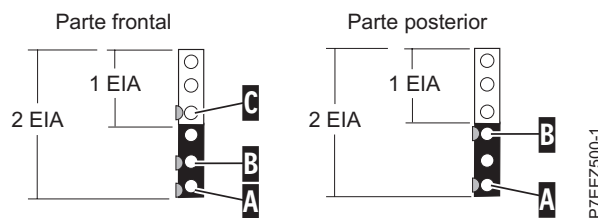

Figura 2. Señalización de orificios en la parte frontal y posterior del bastidor
1. Con la parte frontal del bastidor orientada hacia usted y comenzando por el lado derecho, localice la unidad EIA inferior utilizada por su sistema. Tome nota de la ubicación de EIA. Utilice cinta, un rotulador o un lápiz para marcar el orificio inferior de esta unidad EIA con una **A**, tal como se muestra en Figura 2 en la página 5. Marque el bastidor de modo que la marca también se pueda ver desde la parte posterior del bastidor.
2. Empezando por el orificio identificado con la marca **A**, cuente un orificio y haga una segunda marca, la **B**. Marque el bastidor de forma que la marca se pueda ver también desde la parte posterior del bastidor, tal como se muestra en Figura 2.
3. Empezando por el orificio identificado con la marca **B**, cuente dos orificios y haga una tercera marca, la **C**, tal como se muestra en Figura 2.
7. Comenzando con el orificio identificado con la marca **A**, cuente dos orificios y haga la segunda marca, la **B**, tal como se muestra en Figura 2.